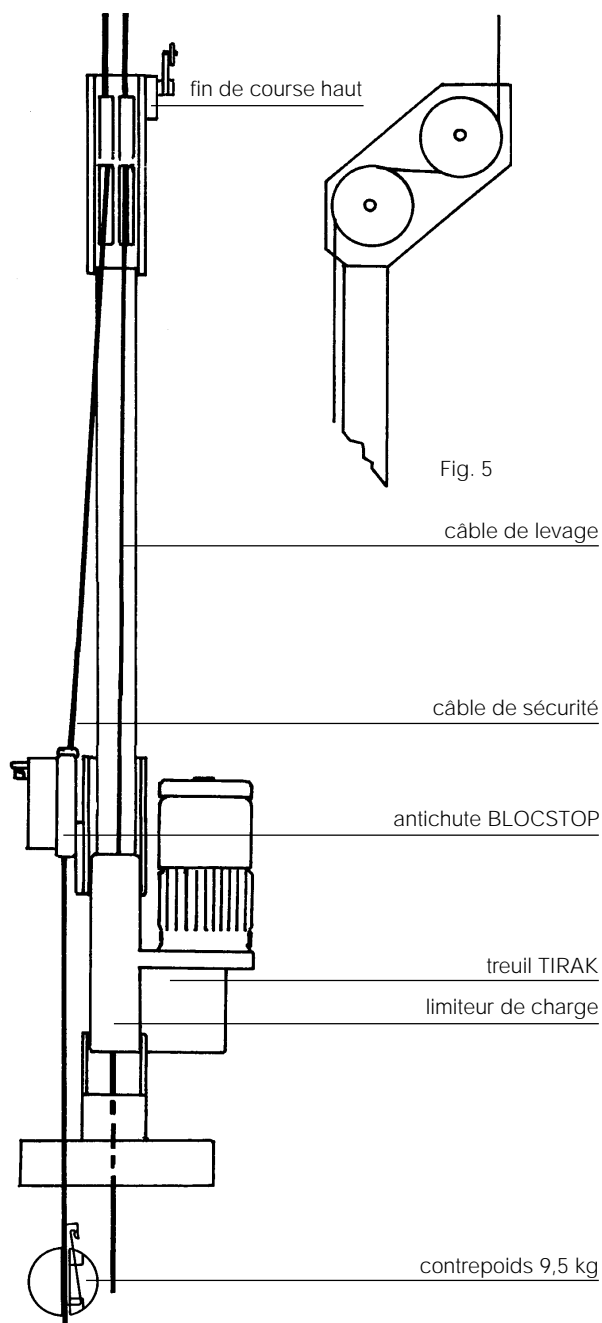

Fig. 5
- Passer le câble sur les deux poulies de renvoi du côté du treuil TIRAK (Fig. 5)
- Passer le câble sur les deux poulies de renvoi du côté de l'antichute BLOCSTOP (Fig. 5).
- Lever le SOLSIT d'environ 40 cm du sol. Tendre le câble de sécurité à la main et accrocher à nouveau le contrepoids (Fig. 5).